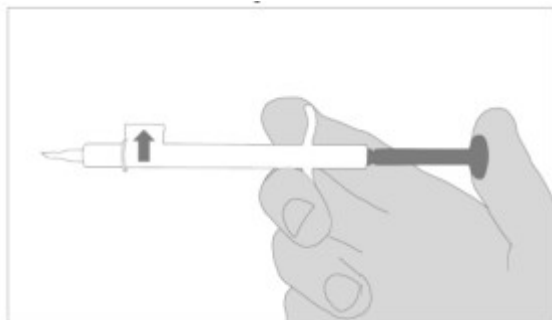

Figura 7
- Introduzca la punta del cartucho al ojo con las "alas" del cartucho mirando hacia arriba (figura 7)